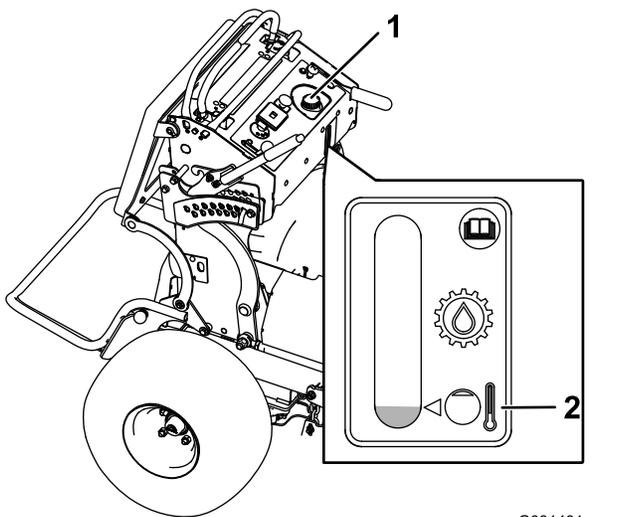

Figura 84
3. Limpe a zona em redor da tampa e do tubo de enchimento do depósito hidráulico (Figura 84).
4. Retire a tampa do tubo de enchimento (Figura 84).